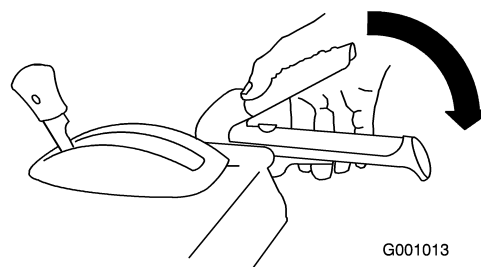

Figure 30
1. Pour engager la fraise à neige/turbine, serrez le levier droit (fraise à neige/turbine) contre la poignée (Figure 30).